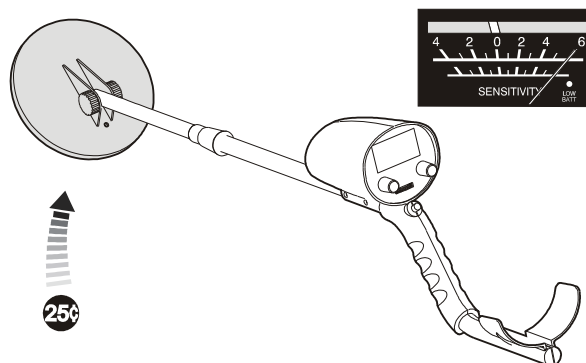

Fig. 13
- Før langsomt sølvmønten hen imod søgehovedet, hvorefter viseren bevæger sig mod højre, og lyden tiltager i styrke. (Fig. 13)